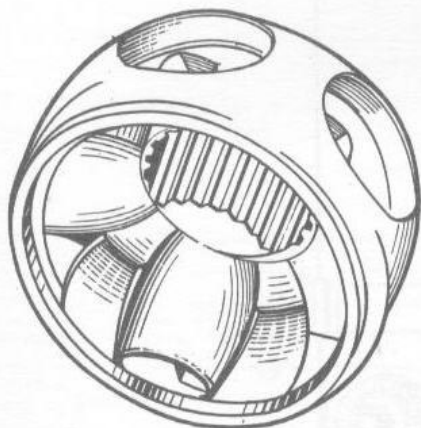

Bild 3-151. Herausziehen des Innenringes aus Käfig des Außengelenks
- mit Drehung des Lagerrings einen seiner Vorsprünge in verlängerter Öffnung des Käfigs versenken und den Käfig herausrollen (Bild 3-151);